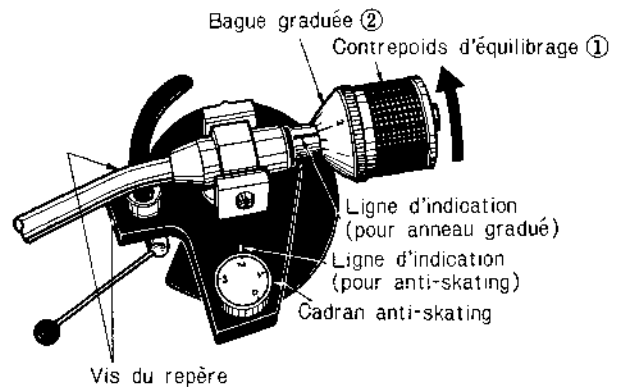

Fig. 3
- (1) Tourner le contrepoids équilibrage ① jusqu'à ce que le bras de lecture soit parfaitement équilibré.
- (2) Une fois le bras de lecture équilibré, tourner la bague noire graduée ② jusqu'à ce que le "0" de la bague vienne en regard de la ligne de repérage. Le bras de lecture est alors réglé sur zéro gramme de force d'appui.
- (3) Tourner le contrepoids équilibrage ① assez lentement jusqu'à ce que la ligne de repérage vienne se mettre en regard de la force d'appui préconisée. La pointe de lecture peut être réglée pour une force d'appui optimum. (Fig.3)
Ajuster l'échelle de l'anti-skating avec la ligne de repérage en fonction de la force d'appui de la pointe de lecture de la cellule phonolectrice utilisée. (Fig.3)
Pour ajuster la hauteur de la pointe de lecture à l'aide du repère, desserrer la vis du repère Fig. 3.